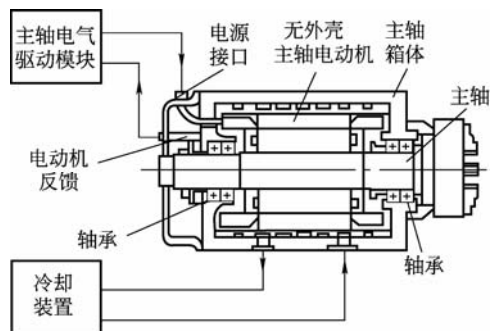

图 1-3 电主轴的结构
1) 电主轴结构。电主轴的结构如图 1-3 所示。电主轴交流伺服电动机的转子套装在机床主轴上,电动机定子安装在主轴单元的壳体中,采用自来水或油冷循环系统,使主轴在高速旋转时保持恒定的温度。电主轴的基本参数有套筒直径、最高转速、输出功率、转矩等,其中套筒直径为电主轴的主要参数。目前国内外专业的电主轴制造厂可供应几百种规格的电主轴,其套筒直径范围为 32~320mm,转速范围为 10 000~150 000r/min,功率范围为 0.5~80kW。